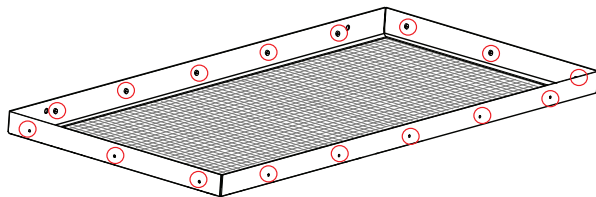

FIG 2:
- Retirez la vitre du cadre de porte. **(FIG.2)**
- C.. Retirez les 10 vis supérieures et inférieures et les 6 vis latérales. **(FIG 2)**
FACE DE L'APPAREIL FIG.2
- B. Retirez les vis des supports inférieurs et enlevez le panneau avant inférieur (4, 5). Puis retirez les vis des supports supérieurs (6, 7) et enlevez le panneau avant supérieur. **(FIG.2)**
- E. Glissez le panneau avant supérieur dans la chambre de combustion, puis glissez le panneau avant inférieur et installez les supports. **(FIG.2)**